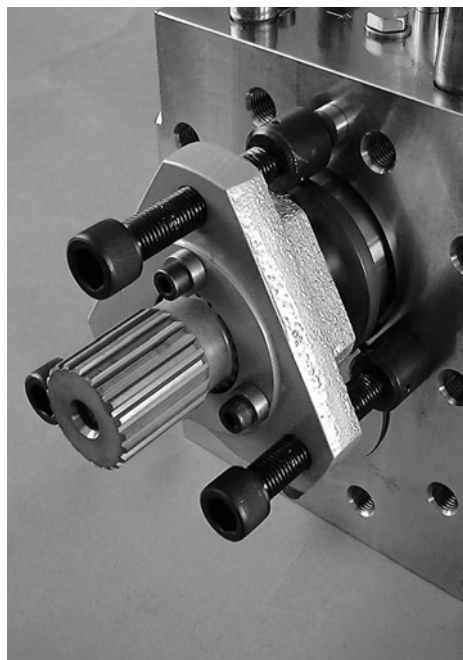

Рисунок 8.11 Съемник для подшипника, привинченный на стороне ASO
- Привинтите съемник для подшипников к корпусу на стороне привода, вверх (ASO, рисунок 8.11).